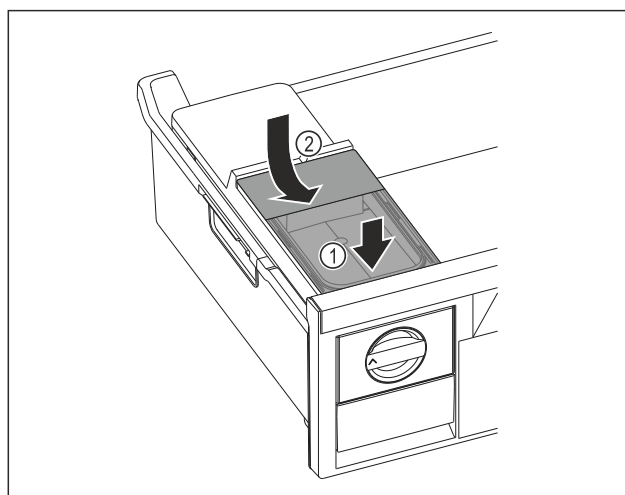

Fig. 92
- Placera vattenbehållaren framtill. Fig. 92 (1)
► Sänk ned vattenbehållarens baksida. Fig. 92 (2)